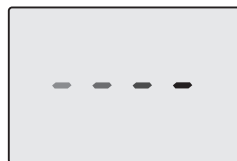
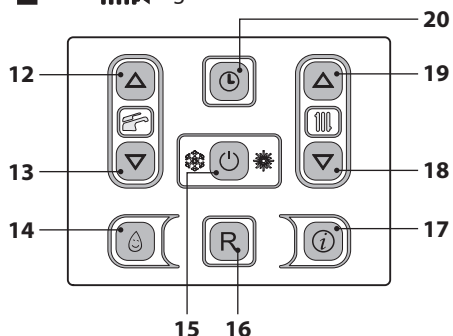

Figura 6.6
Figura 6.7
- Alimentare elettricamente la caldaia azionando l'interruttore bipolare previsto in installazione. Il display LCD visualizza il simbolo  (Figura 6.6).
- Tenere premuto per 2 secondi il tasto 15 fino a far apparire sul display entrambi i simboli  e  Figura 6.7.
- Spegner la caldaia tenendo premuto per 2 secondi il tasto 15 (Figura 6.7) fino a far apparire sul display LCD il simbolo - - - - (Figura 6.6).